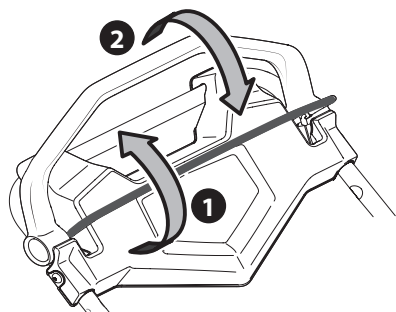

Figure 31
1. Une fois le moteur démarré, serrez la commande de la lame contre la commande d'entraînement et poussez la commande d'entraînement vers l'avant pour faire avancer la tondeuse. Plus vous poussez la commande vers l'avant, plus l'appareil avance rapidement. Voir Figure 31.